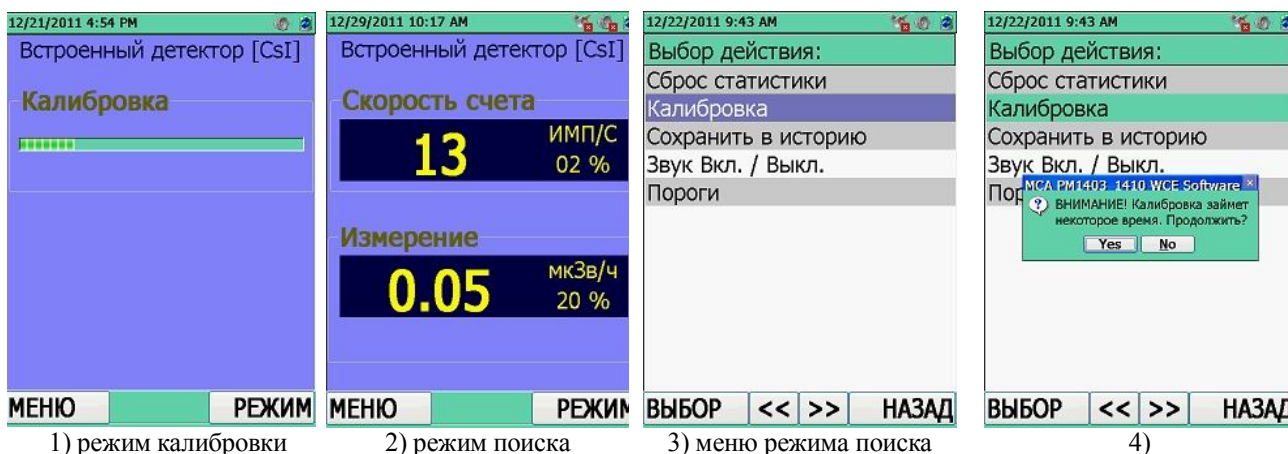

Рисунок 11.4
В режим калибровки прибор входит автоматически после окончания процесса тестирования, при этом на ЖКИ индицируется сообщение "**Калибровка**", рисунок 11.4 (1). В режиме калибровки осуществляется измерение фона фотонного излучения. При этом процессор осуществляет подсчет количества импульсов, поступающих из БД, а на аналоговой шкале в относительных единицах индицируется время, прошедшее с начала калибровки. Заполнение шкалы означает окончание калибровки. При принудительной калибровке прибора пользователем время калибровки может автоматически уменьшаться с ростом уровня фотонного фона, при котором осуществляется калибровка.
Кроме калибровки при включении прибора или изменении коэффициента n можно осуществлять перекалибровку в процессе работы. Для того чтобы перекалибровать прибор по уровню гамма- фона, необходимо открыть "МЕНЮ" режима поиска источников фотонного излучения "**Режим поиска**" и выбрать вкладку "**Калибровка**", рисунок 11.4 (3), используя кнопки направления ВВЕРХ/ВНИЗ. Нажатием кнопки ВЫБОР запустить режим калибровки прибора по уровню гамма- фона.
Перед тем как прибор перейдет в режим калибровки, на ЖКИ появится сообщение, предупреждающее о том, что калибровка может занять некоторое время. В этом случае пользователь должен принять решение о продолжении калибровки или его отмене, рисунок 11.4 (4).
По окончании калибровки прибор автоматически переходит в режим поиска источников фотонного излучения "**Режим поиска**", рисунок 11.4 (2).
– **"Калибровка"** – запуск режима калибровки по текущему гамма- фону (11.1.2). Перед тем как прибор перейдет в режим калибровки, на ЖКИ появится сообщение, предупреждающее о том, что калибровка может занять некоторое время. В этом случае, пользователь должен принять решение о продолжении калибровки или его отмене, рисунок 11.4 (4). По окончании калибровки прибор автоматически переходит в режим поиска γ -**"Режим поиска"**, рисунок 11.4 (2);